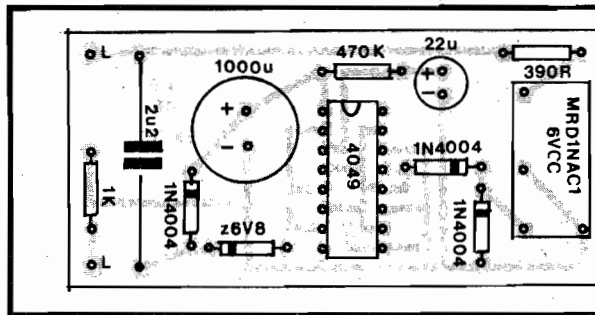

Fig.3
- FIG. 3 - "CHAPEADO" DA MONTAGEM - Agora o "outro lado" da placa (com relação ao mostrado na fig. anterior...), já com as peças posicionadas, todas identificadas pelos seus códigos, valores, polaridades, etc. Notem que, em APE, os componentes são minuciosamente detalhados no chapeado, de modo a facilitar a interpretação por parte do montador... Em outras publicações, os componentes aparecem, nos "chapeados", re-codificados como "R1, C2, Q3, etc. o que obriga o montador a uma nova "tradução", fonte de erros e confusões que evitamos facilmente pela nosso método... De qualquer modo, os chamados componentes polarizados (que apresentam posição única e certa para inserção à placa...) devem merecer maior dose de atenção: o Integrado (com sua extremidade marcada "apontando" para o resistor de 470K), os diodos, inclusive o zener (todos com suas extremidades de **ca**todo nitidamente identificadas pela faixa ou anel em cor contrastante...), os capacitores eletrolíticos (com suas polaridades indicadas, tanto no visto "chapeado" quanto no próprio "corpo" do componente...), etc. Observar que